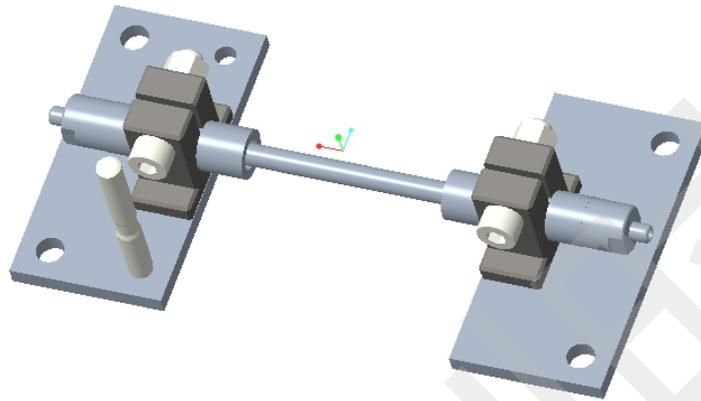
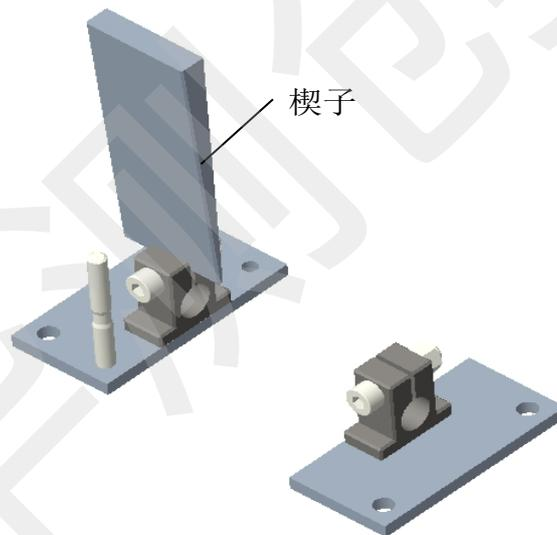
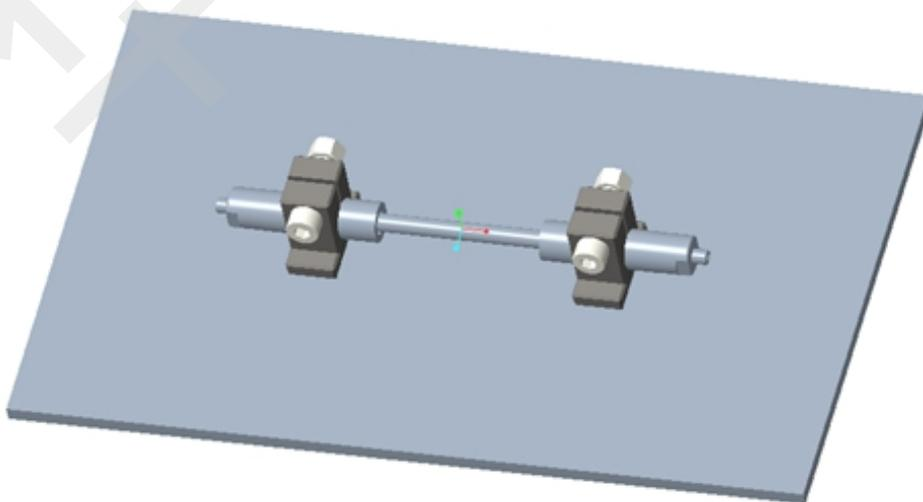

图 5 传感器安装示意图
图 6 楔子辅助安装
图 9 传感器安装示意图
紧固完成后将辅助杆取出，再将传感器安装进支座内，如图 5 所示，调整位置后，利用扳手将支座螺母完全拧紧。如果安装时感觉基座孔较紧，可以采用图 6 中的楔子来扩孔，从而辅助传感器安装。
- 4、将辅助杆取出，再将传感器安装进支座内，如图 9 所示，调整位置后，利用扳手将支座螺母完全拧紧。如果安装时感觉基座孔较紧，可以采用图 6 中的楔子来扩孔，从而辅助传感器安装。